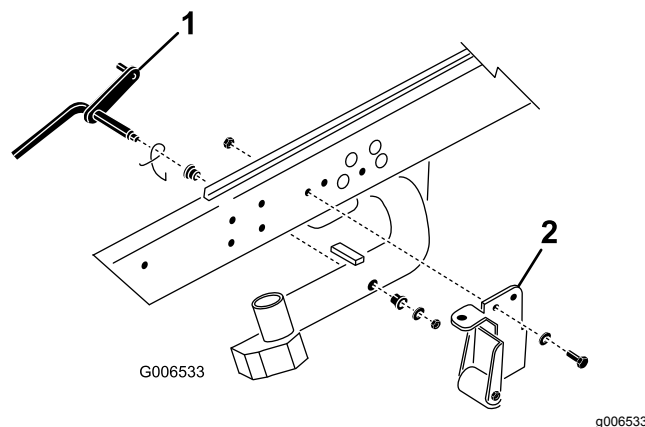

Figura 3
1. Retire la contratuerca y la arandela que sujetan la varilla de pivote al brazo de elevación número 2 (Figura 3). Retire la varilla de pivote y el muelle